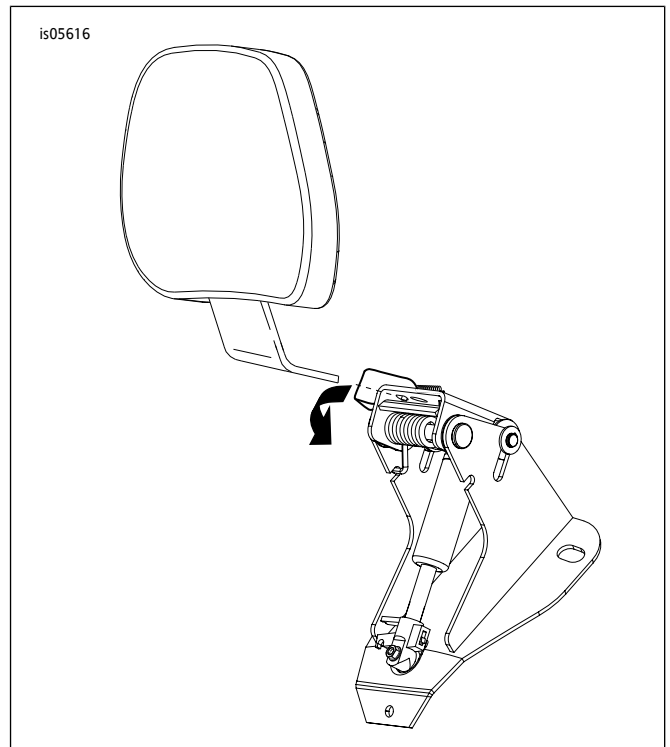

图12。安装靠背
1. 参见图12。按压靠背支架上的杆，如图所示。插入靠背，轻轻按压，直到它卡入到位。